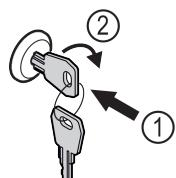

Fig. 153 Зображення для прикладу
- Вдавити ключ Fig. 153 (1).
- Повернути ключ на 90° за годинниковою стрілкою Fig. 153 (2).